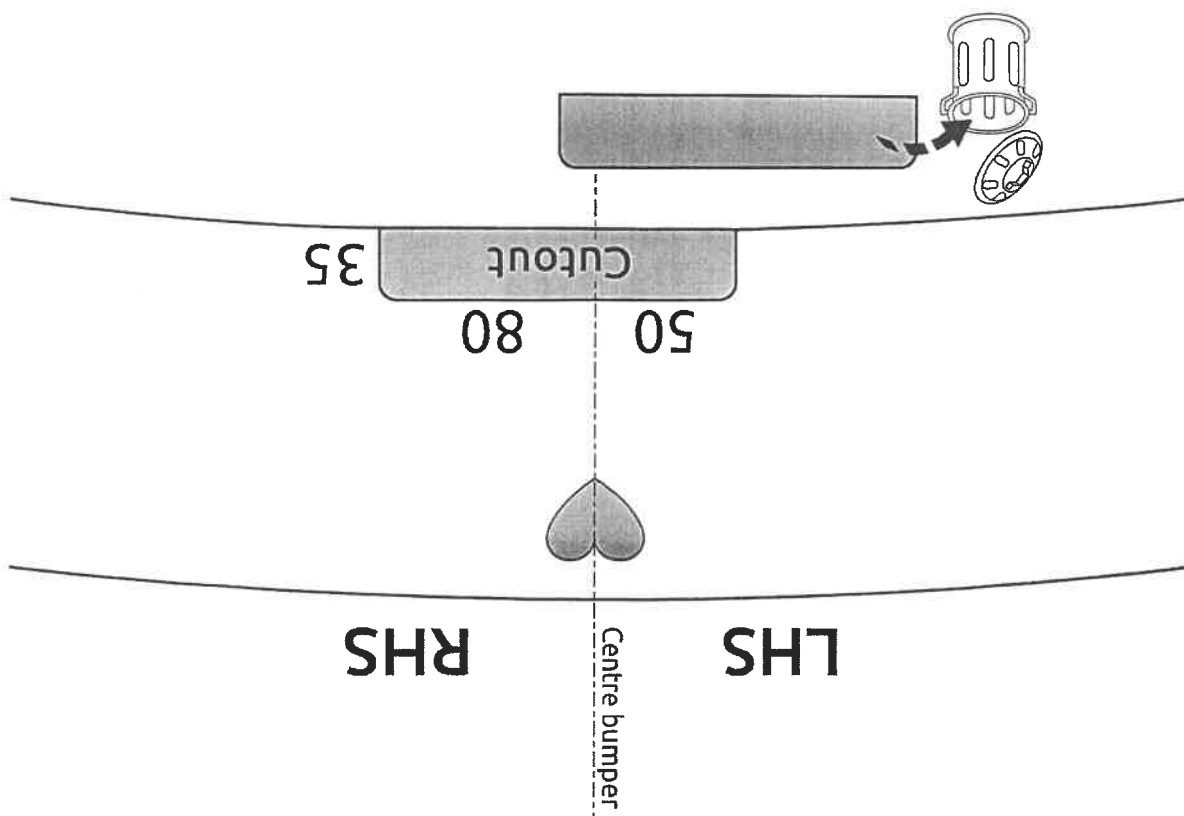

Fig. 3
3. Saw out the portions as indicated in fig. 3, 4.
4. Halterung A anlegen und bei den Punkten C und D einschließlich 3. Gemäß Abb. 3, 4 die angegebenen Teile heraussägen.